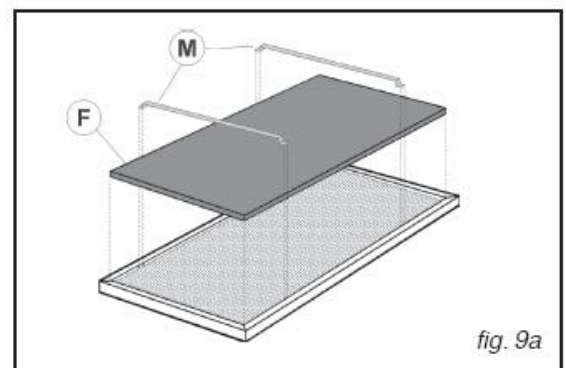

fig. 9a
Retire os filtros de carvão (F) e os bloqueios (B) que se encontram sobre os filtros de gordura (fig. 9a-9b).